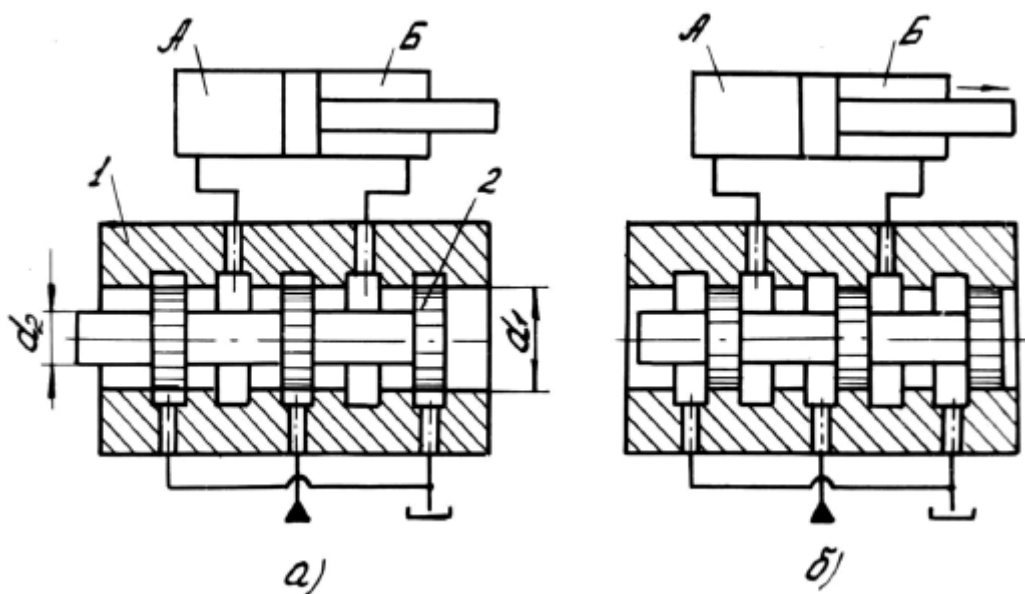

Рисунок 14.2 - Схема золотникового гидрораспределителя
При положении золотника в исходной позиции (рисунок 14.2а) напорная, сливная и исполнительные гидролинии перекрыты. При перемещении золотника из исходной позиции вправо (рисунок 14.2б) напорная гидролиния соединяется с поршневой полостью А гидроцилиндра и поршень перемещается вправо.
-Рисунок 14.2 - Схемы напорного клапана прямого действия